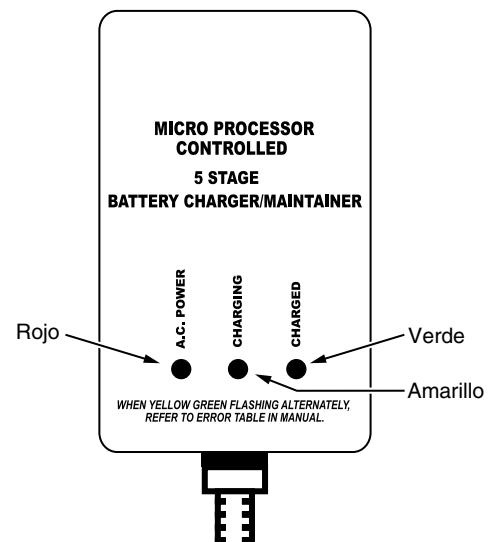

Figura 10 – Tablero DEL MBSP
4. Con el cargador debidamente conectado y enchufado, el tablero en la parte delantera del cargador indicará uno de los estados ilustrados en la Figura 10.